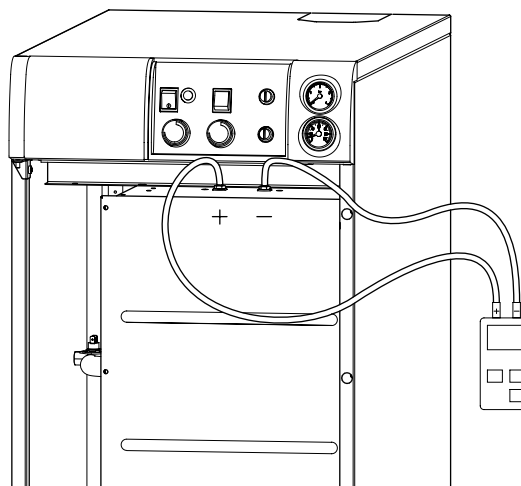

Fig. 11
3.2 PRESSOSTATO DOS FUMOS (fig. 11)